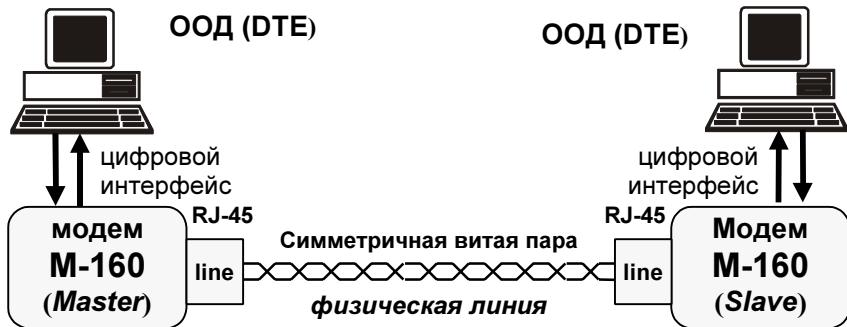

Рис. 11. Схема соединения модемов
Схема соединения модемов для организации дуплексного канала связи приведена на Рис. 11. Назначение контактов линейного разъёма приведено в приложении (см. Приложение 3). В качестве линейного разъёма применяется восьмиконтактная вилка **RJ-45**. Для подключения к физической линии используются только два средних контакта. Полярность при подключении к проводам линии значения не имеет. Остальные контакты необходимо оставить незадействованными (за исключением случая использования специального грозозащитного
1. Соединить модемы в соответствии со схемой, приведенной на Рис. 11 (стр.22).